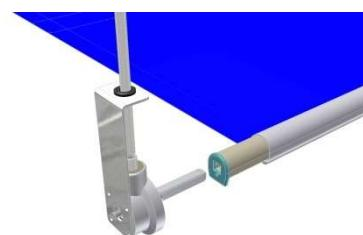

Abbildung 3-2: Nocken
- Einführen des Antriebsnockens der Handkurbel in die Aufnahme des Aufrollrohrs (Abb.3-2).